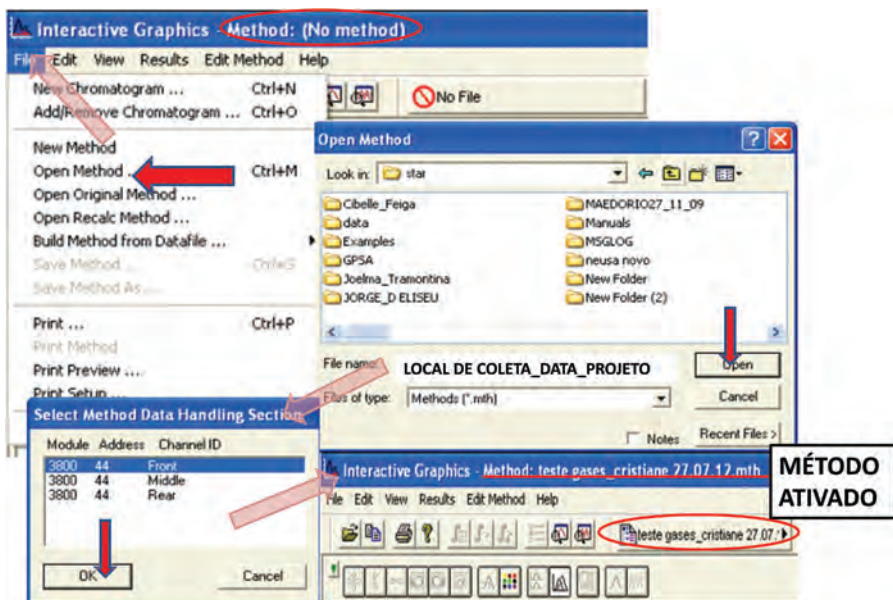

Figura 34. Procedimentos de ativação do método de análise.
- Clicar em **File** e ir em **Open Method** → **Star**; selecionar o método criado [extensão. *.mth] → **Open** para ativar → **Select Method Data Handling Section** e escolher o canal de identificação - detector (**Front**; **Middle**; **Rear**) → OK; confirmar método ativado na parte superior da tela de automação (Figura 34).